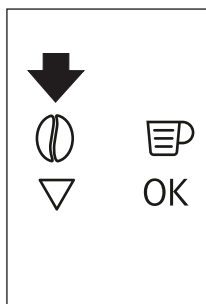

Рис. 15
- ▶ По умолчанию прибор готовит кофе стандартного вкуса. Можно выбрать сверхслабый, слабый, стандартный, крепкий или сверхкрепкий вкус. Также можно выбрать молотый кофе. Для выбора необходимого вкуса нажмите сенсорную кнопку  (B4) (Рис. 15) необходимое количество раз. На экране появится выбранный вкус кофе.